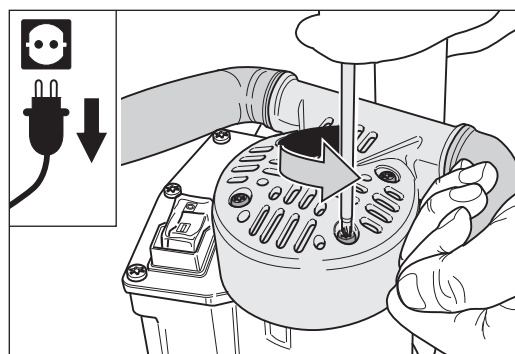
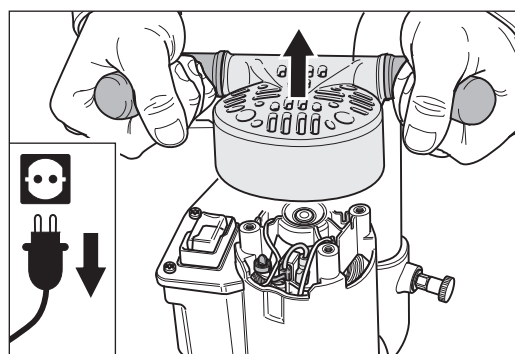

Bild 47 Ta bort handtagets fyra fastsättningskruvar.
Bild 48 Ta av handtaget. **Se till att inga delar faller in i motorn!**
- 3 Ta bort handtagets fyra fastsättningskruvar (bild 47) och ta av handtaget från motorhuset (bild 48). **Se till att inga delar faller in i motorn!**